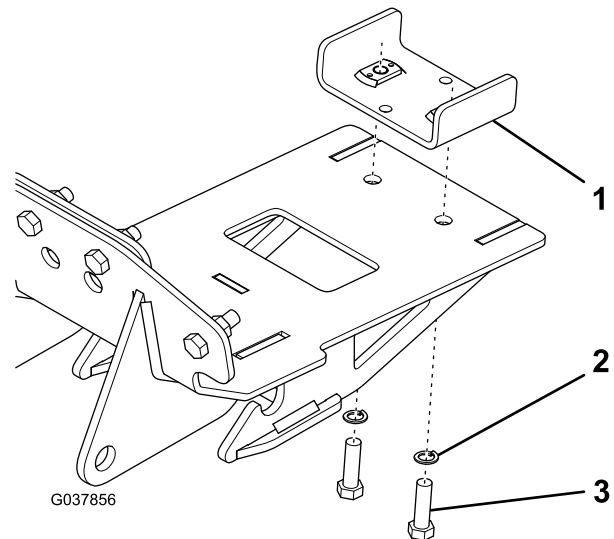

Figura 2
5. Con 2 pernos y 2 arandelas abiertas de bloqueo, sujete, sin apretar, la parte trasera de la placa de protección del chasis inferior y el bastidor de tuerca a través de los orificios existentes de los bastidores del vehículo (Figura 2).